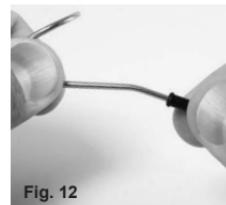

Fig. 12
- Appliquer une petite quantité de dentifrice sur le collier de mise à la terre et demander au patient de le tenir entre le pouce et l'index de la main droite. Lui demander ensuite de tenir la douille en plastique noir entre le pouce et l'index de la main gauche (Figure 12).